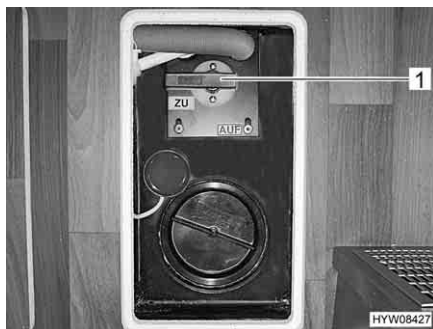

Fig. 198 Leva di comando del serbatoio delle acque grigie
La leva di comando (Fig. 198,1) per lo smaltimento delle acque grigie si trova sotto una copertura nel doppio fondo. Il tubo di scarico con collegamento per un tubo di gomma per lo scarico si trova sotto al veicolo.
- Aprire il rubinetto di scarico. A questo scopo ruotare la leva di comando (Fig. 198,1) del rubinetto di scarico di un quarto di giro. La leva di comando è posizionata verticalmente oppure nel senso della lunghezza rispetto al tubo di scarico. Le acque grigie fuoriescono.
- Dopo il deflusso completo delle acque grigie, richiudere il rubinetto di scarico. A questo scopo ruotare la leva di comando (Fig. 198,1) del rubinetto di scarico di un quarto di giro. La leva di comando è posizionata orizzontalmente oppure trasversalmente rispetto al tubo di scarico.